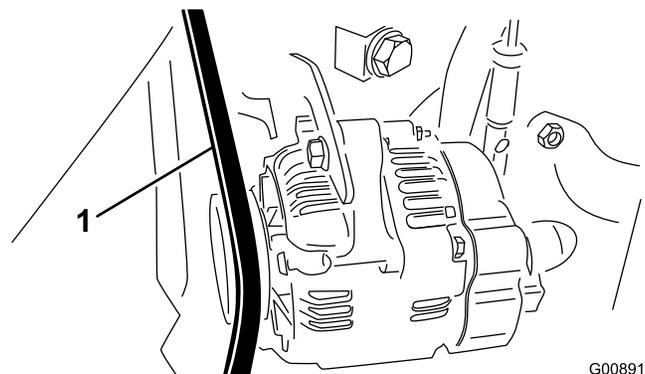

Figure 72
2. Contrôlez la tension de la courroie d'alternateur/de ventilateur en exerçant une force de 30 N m à mi-chemin entre les poulies d'alternateur et de vilebrequin (Figure 72).